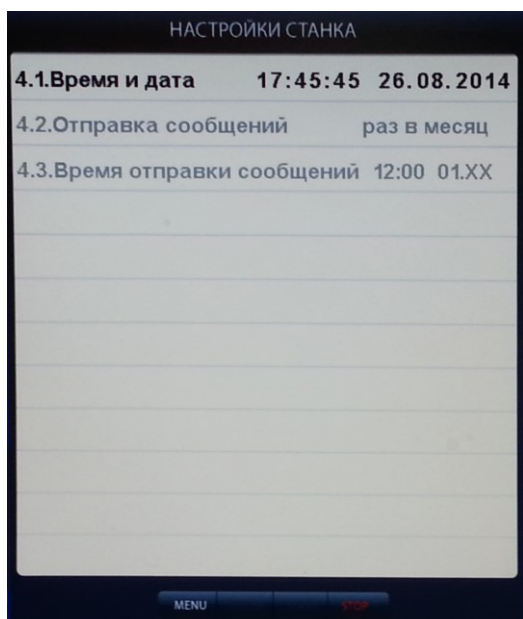

рис.23.1
18.2.Настройка времени (рис.23.1).